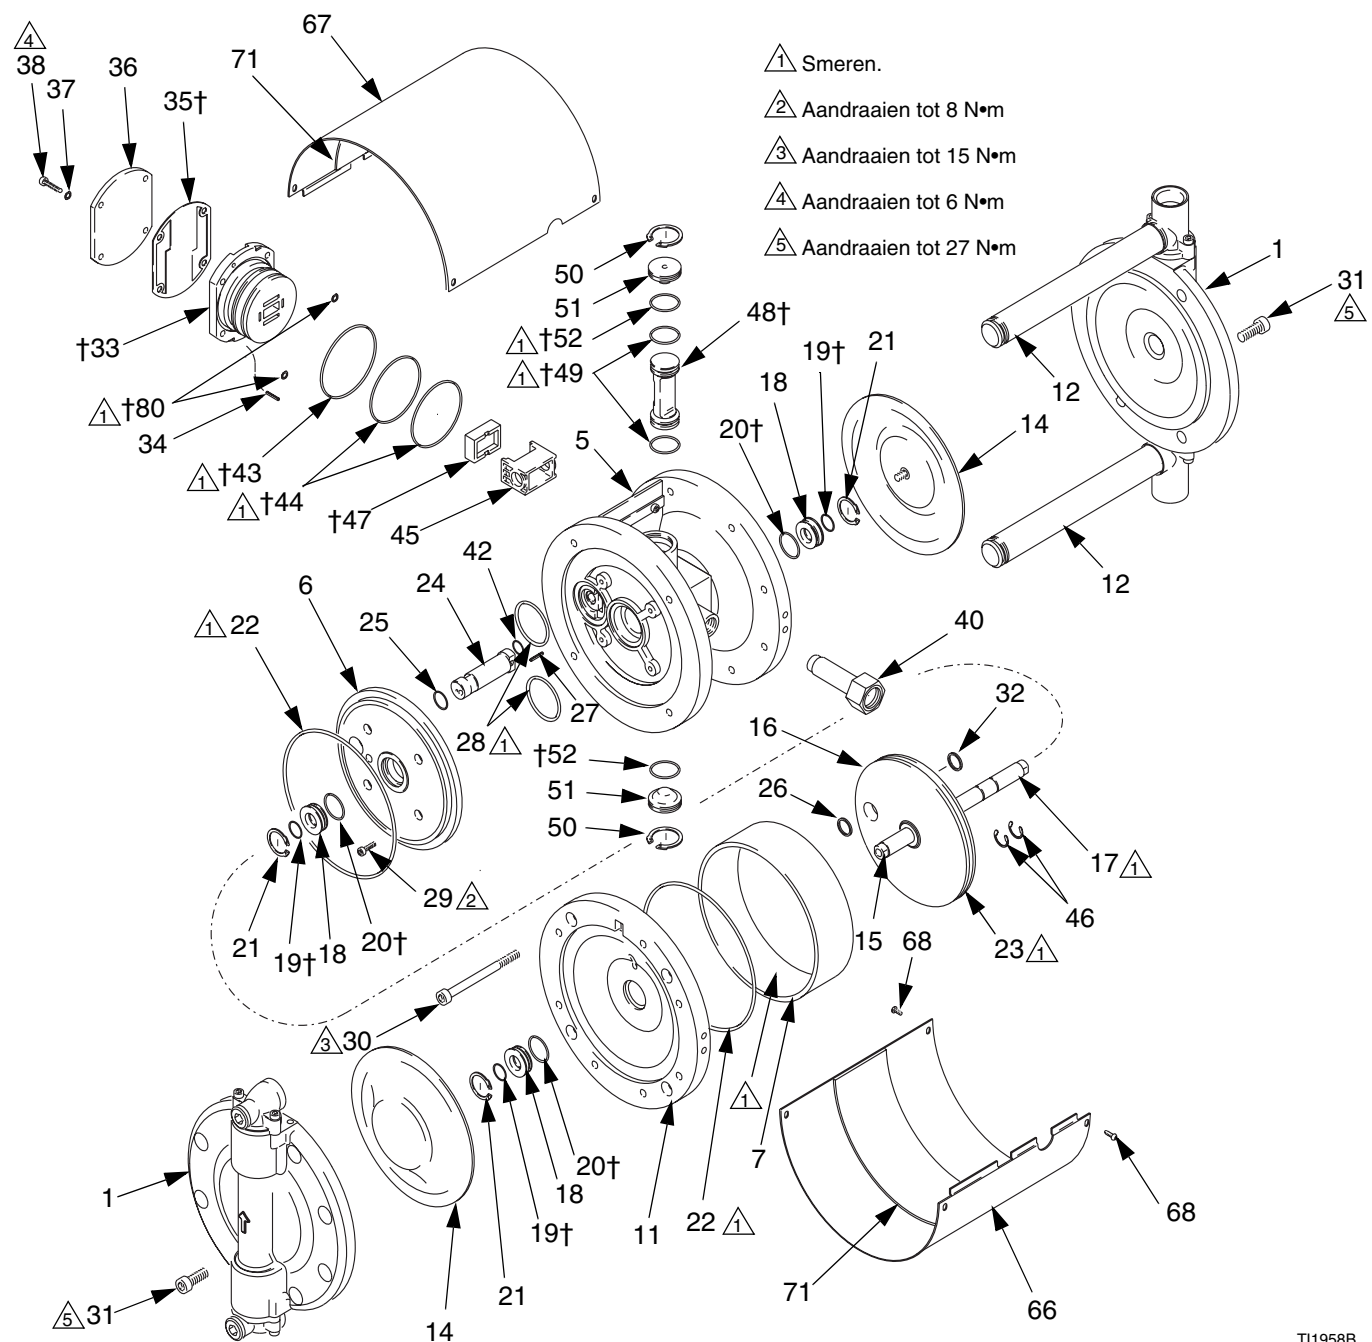

FIG. 7. Het luchtventiel repareren
2. Verwijder de bouten (31) uit één materiaaldeksel (1). Trek het deksel er als één geheel af waardoor het los komt van de materiaalbuizen (12). Zie FIG. 7.
3. Verwijder de bouten (31) en het andere materiaaldeksel (1), maar laat de materiaalbuizen (12) vastzitten.
4. Verwijder de luchtinlaatfitting (40).
5. Verwijder de bouten (68) en het bovenste (67) en het onderste (66) deksel.
6. Verwijder de membranen (14), op blz. 15.
7. Verwijder de vier bouten (38) en tussenringen (37), het deksel van het luchtventiel (36) en de pakking (35).
8. Wrik de zitting van het luchtventiel (33) uit de behuizing (5) met behulp van twee schroevendraaiers die in de uitsparingen van de zittingen worden gestoken. Verwijder de O-ringen (43, 44 en 80) van de zitting.
9. Verwijder de beker (47) uit het middenhuis.
10. Verwijder de twee clips (46) van de as (17).
11. Verwijder de bouten (30), het buitenste cilinderdeksel (11) en de cilinder (7). Raak de O-ringen (22) niet kwijt.
12. Trek de zuiger (16) met de as eruit.